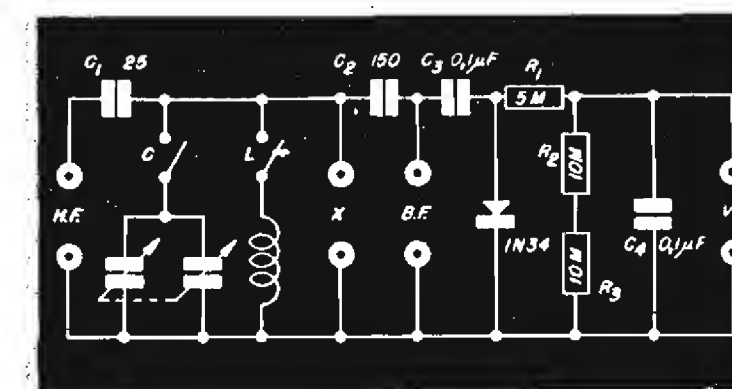

Fig. 1 — Circuito elettrico del semplice Q-Metro che viene descritto in quest'articolo.
Sostanzialmente l'apparecchio è costituito da un rivelatore (fig. 1) alla cui entrata viene iniettato un segnale AF di un oscillatore modulato o di un generatore AF; la rivelazione è ottenuta mediante un raddrizzatore a germanio 1N34. Il segnale del generatore AF viene applicato attraverso una piccola capacità a due morsetti (X), destinati a ricevere il circuito o elemento di circuito da paragonare. Mediante due interruttori è possibile disporre in derivazione a questi morsetti sia un condensatore variabile, sia un'induttanza campione. Vedremo più avanti l'utilità di questi componenti.